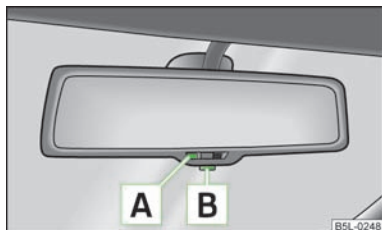

Fig. 39
- Pulsar la tecla [B] » fig. 39, el testigo [A] se enciende.